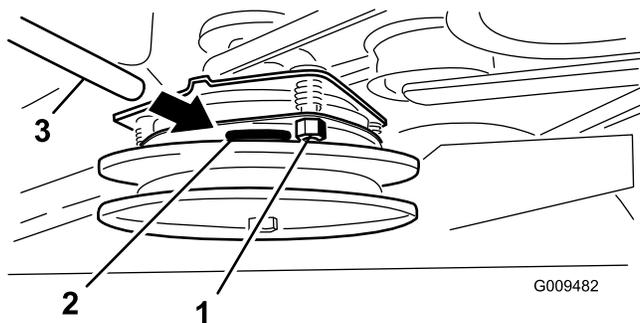

Figura 61
3. Aperte as porcas de freio até que o calibrador prenda ligeiramente, mas possa ser deslocado facilmente na folga (Figura 61).